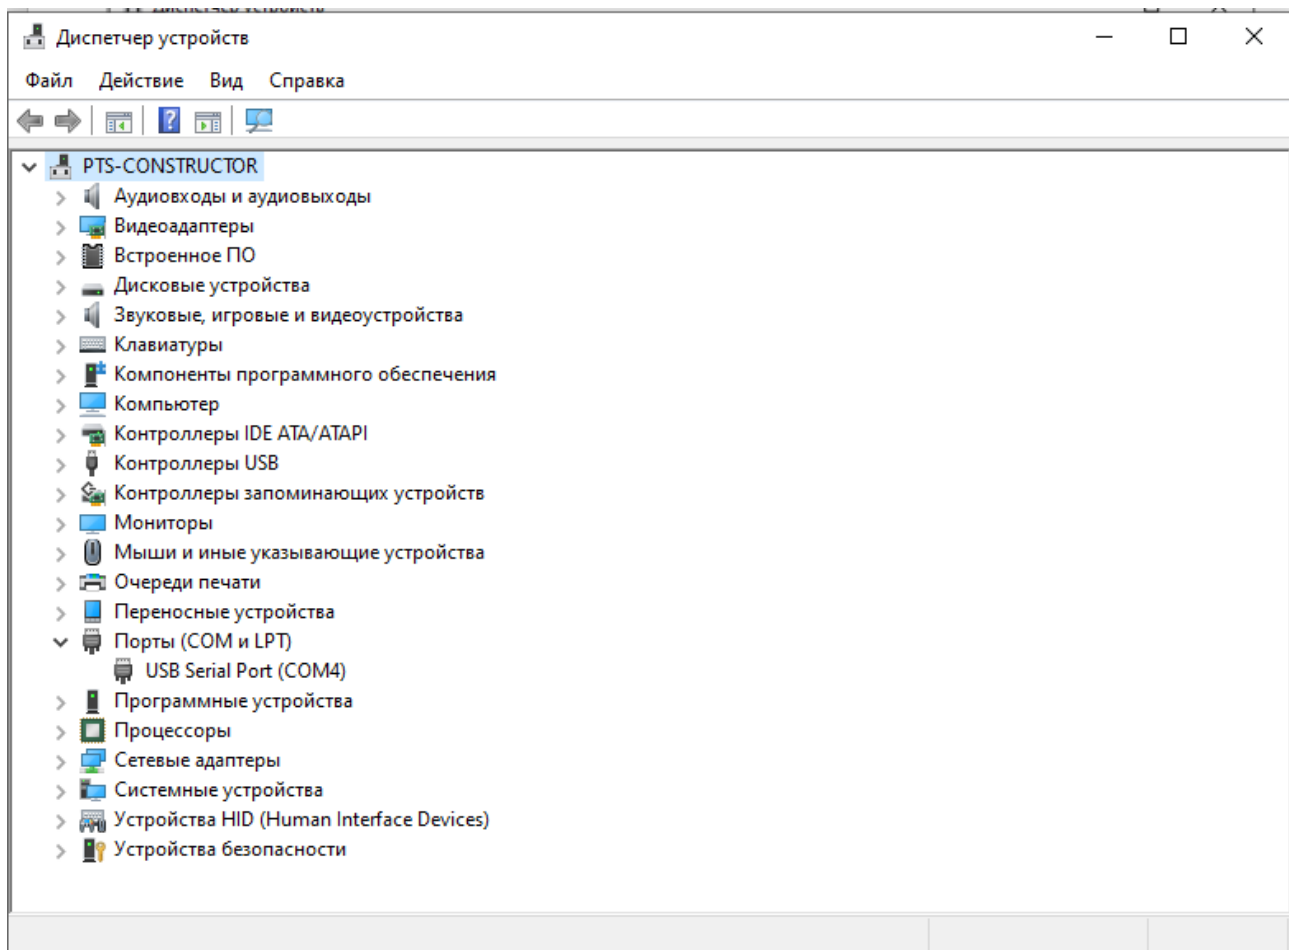

Рисунок 13 - Диспетчер устройств
1.7.1.2 Запустите “Диспетчер устройств” на ПК, затем подключите HART модем к ПК, откройте раздел “Порты (COM и LPT)” и запомните номер COM порта HART модема (см. рис.13).